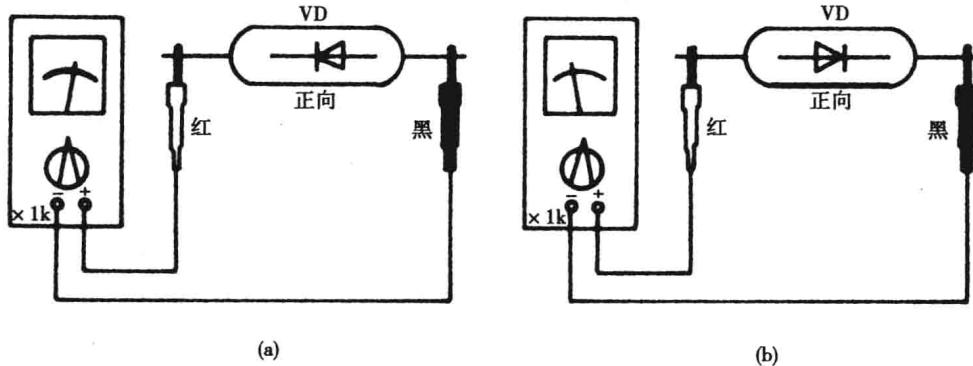

图1-11 二极管极性判断
(2)二极管极性判断。当二极管外壳标志不清楚时,可以用万用表来判断极性。将万用表的两只表笔分别接触二极管的两个电极,若测出的电阻约为几十欧、几百欧或几千欧,则黑表笔接触的电极为二极管的正极,红表笔接触的电极是二极管的负极,如图1-11(a)所示。若测出来的电阻约为几十千欧至几百千欧,则黑表笔接触的电极为二极管的负极,红表笔接触的电极为二极管的正极,见图1-11(b)。